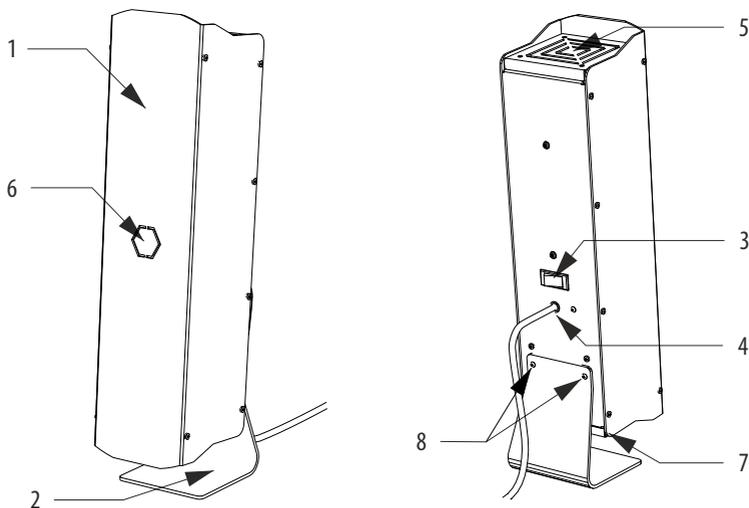

Рисунок 1. Общая конструкция очистителя воздуха ОВУ-02-1.
- 5.1. ОВУ-02-1 представляет собой переносной прибор (см. рис. 1), состоящий из корпуса (1) и подставки (2). На корпусе расположены: рокерный выключатель (3), разъем для подключения шнура питания (4), вентилятор (5), индикатор работы (6), воздушный фильтр (7). Вентилятор и воздушный фильтр закрыты защитными решетками. Подставка крепится к корпусу двумя винтами (8).